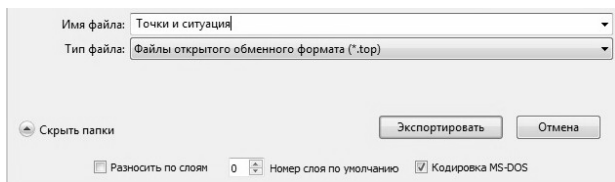

Рис. 47 Экспорт обменного формата (TOP/ABR)
1. Выберите команду **Файл/Экспорт Обменный формат (TOP/ABR)**, в диалоговом окне **Экспорт в TOP/ABR** установите (рис. 47):